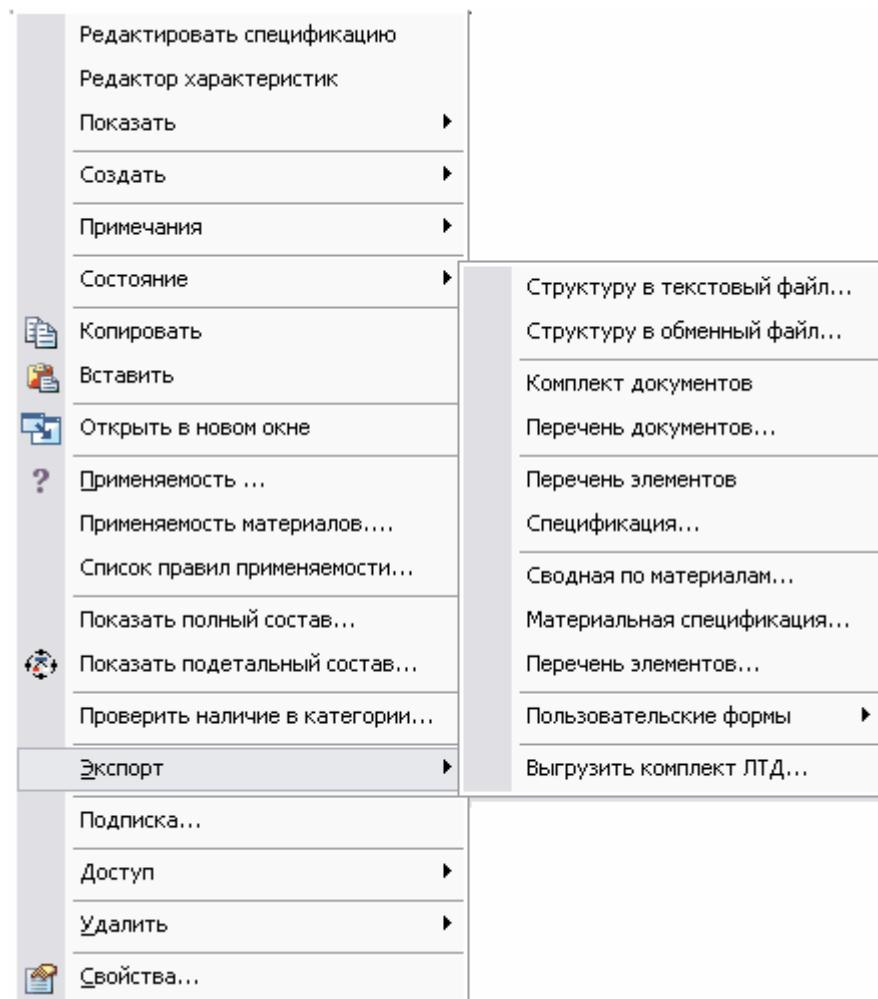

Рис. 88
1. Нажмите на версию изделия правой кнопкой мыши и в появившемся контекстном меню выберите пункт Экспорт → Спецификация... (Рис. 88).